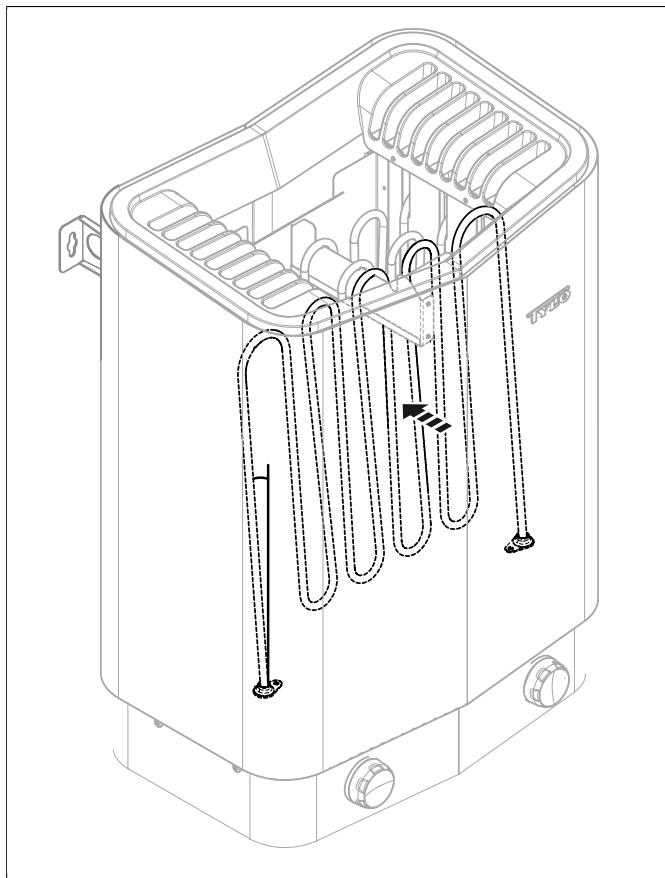

Fig 7: Incliner les résistances
2. Incliner les résistances pour faciliter la sortie des pierres voir **Fig 7**, page 5.